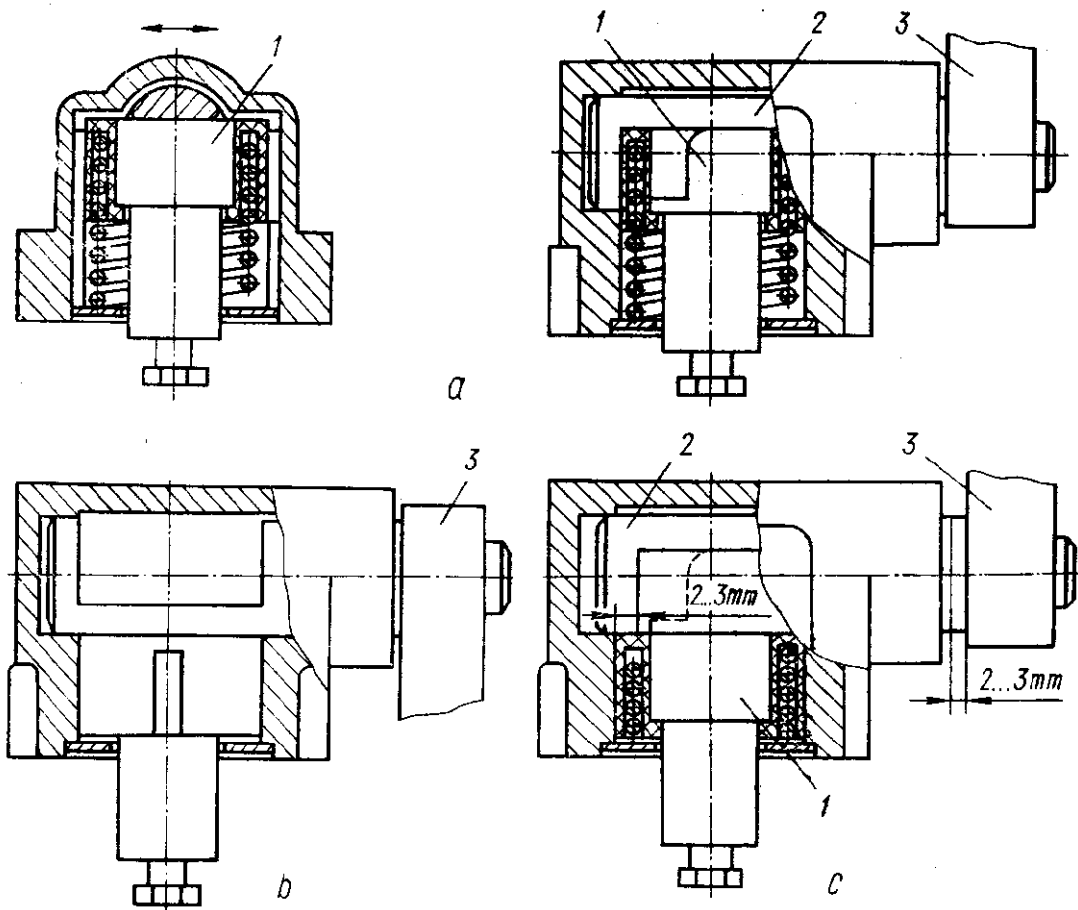
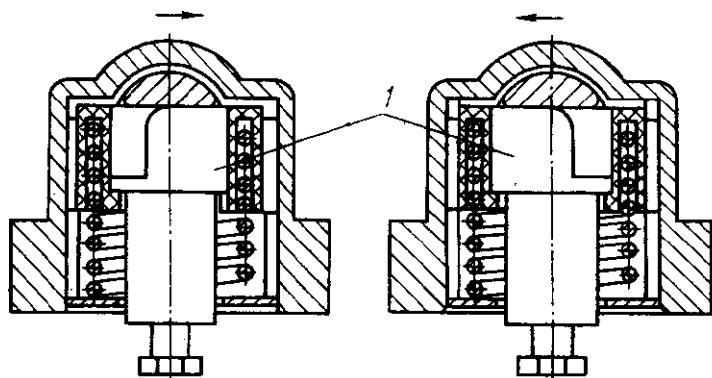

Рис. 8. Привод рычаг с роликом
Рис. 9. Привод селективный
3.4. У выключателей с приводом *рычаг с роликом* (рис. 8, а) двустороннего действия угол установки рычага может при необходимости изменяться.
Устройство выключателя позволяет производить переустановку ролика на вторую ступень и привода на *селективный* (рис. 9). Для перестройки привода на *селективный* с рабочим ходом влево или вправо необходимо повернуть рычаг на угол  $180^\circ$  (рис. 8, б), выдвинуть вал на 2...3 мм и повернуть рычаг в исходное положение (рис. 8, в), толкатель поднять до упора, повернуть его на угол  $90^\circ$  влево или вправо (рис. 9) и отпустить в исходное положение, после чего нажатием на вал повернуть его в исходное положение до защелкивания пружины.